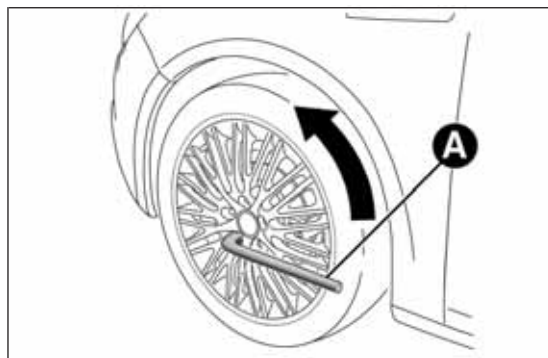
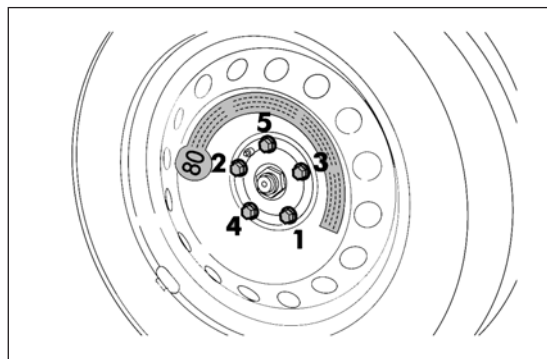

fig. 123
fig. 126
- ☐ prendi la chiave A fig. 123 ed allenta di circa un giro i bulloni di fissaggio. Per le versioni dotate di cerchi in lega scuoti la vettura per facilitare il distacco del cerchio dal mozzo della ruota;
- prendi la chiave A fig. 123 ed avvita a fondo i bulloni di fissaggio;
- ❑ mediante l'utilizzo della chiave A fig. 123, avvita a fondo i bulloni, passando alternativamente da un bullone a quello diametralmente opposto, secondo l'ordine numerico illustrato in fig. 126;
- ☐ mediante la chiave A fig. 123 avvita i bulloni di fissaggio;
- ☐ mediante la chiave A fig. 123 avvita a fondo i bulloni seguendo l'ordine numerico illustrato in fig. 126